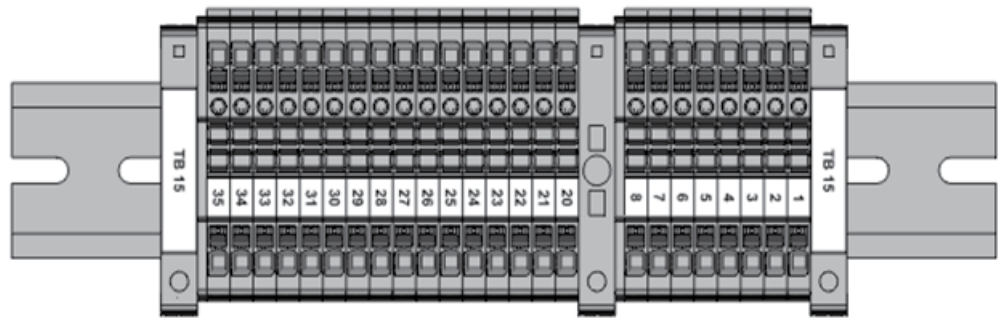

Fig. 27
6. Connectez les câbles du moteur de l'aérateur au bornier TB9 dans le poste de commande. Dénudez les fils sur 10 mm et poussez chaque fil dans la borne TB9 appropriée jusqu'au déclic. Tirez doucement sur le fil pour vous assurer qu'il est bien en place. Assurez-vous que le moteur est câblé conformément à la tension de la machine (voir la plaque signalétique pour déterminer la tension de la machine) (Fig. 27).
Connexions des fils de la section de chargement – acheminez les fils étiquetés TB15 de l'extrémité de chargement de la machine jusqu'à la boîte de jonction située derrière le panneau inférieur à l'avant de la section de rinçage à pression (modèles FT2000) ou de la section de lavage (modèles FT2000S). Connectez les fils aux bornes TB15 appropriées (Fig. 27) selon les étiquettes des fils.